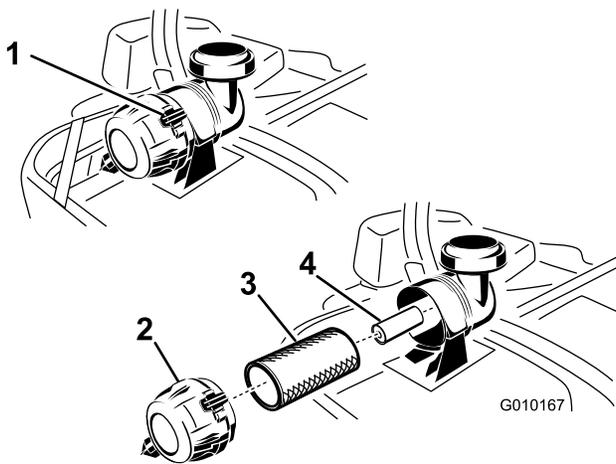

Figura 46
3. Premete verso il basso per rilasciare i dispositivi di fermo sul filtro dell'aria e togliere il coperchio dal corpo del filtro (Figura 46).
5. Estraete con cautela il filtro primario dal corpo del filtro dell'aria (Figura 46). Non urtate il filtro contro il corpo.
1. Non pulite il filtro primario di carta, sostituitelo (Figura 46).
2. Se sostituite il filtro secondario, inseritelo con cautela nel corpo del filtro (Figura 46).
3. Montate con cautela il filtro primario sul filtro secondario (Figura 46). Premete sul bordo esterno del filtro mentre lo inserite, per accertarvi che venga inserito a fondo.
4. Installate il coperchio del filtro dell'aria con il tappo di sfato verso il basso e ruotate in modo che i dispositivi di fermo blocchino il coperchio nella corretta posizione (Figura 46).